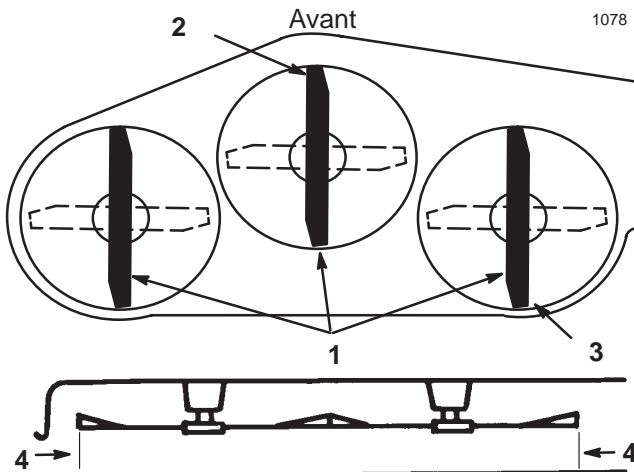

Figure 42
7. Réglez la hauteur de coupe à 76 mm (3 pouces) et tournez les lames avec précaution dans le sens longitudinal (Fig. 42).
8. Mesurez la distance entre la pointe de la lame avant (Fig. 42) et la pointe de la lame arrière par rapport à la surface plane. Si la pointe avant de la lame n'est pas de 1,6 à 7,9 mm (1/16 à 5/16 pouce) plus basse que la pointe arrière, réglez les tourillons avant.
11. Lorsque les deux tourillons sont réglés de la même manière, fixez les chapes en place à l'aide des goupilles fendues. Vérifiez de nouveau l'inclinaison avant/arrière. Poursuivez le réglage des chapes jusqu'à ce que la pointe avant de la lame soit de 1,6 à 7,9 mm (1/16 à 5/16 pouce) plus basse que la pointe arrière (Fig. 42).